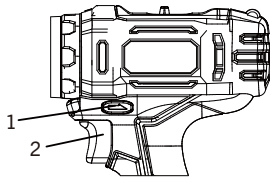

Fig. 6
Le commutateur de marche avant/arrière (1) est placé au-dessus de la gâchette (2), pour plus de commodité (Fig. 6). Pour faire tourner la perceuse dans le sens horaire pour le perçage, appuyez sur le bouton de marche avant/arrière vers la gauche. Pour que le mouvement rotatif de la perceuse s'effectue dans le sens antihoraire (pour dévisser), poussez le commutateur de marche avant/arrière vers la droite.